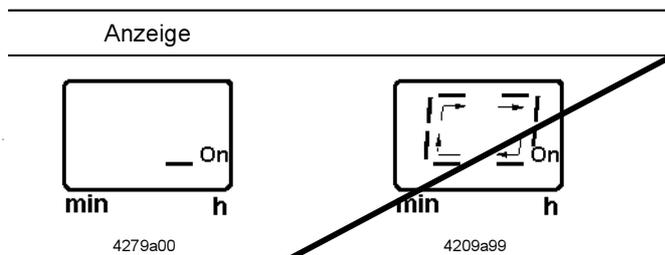

Abb. 13-1 Bedienmodus starten
- **Voraussetzung:** Spannungsversorgung liegt an, rechtes unteres Segment On leuchtet auf (Abb. 13-1).